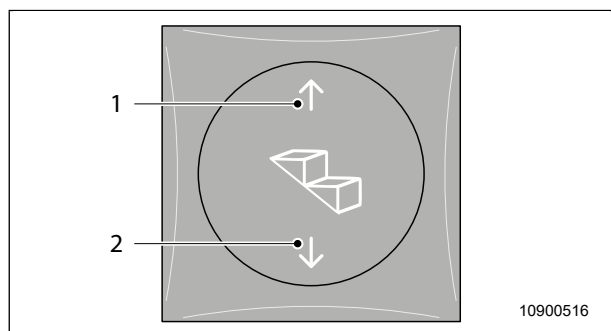

Fig. 3 Tasto Gradino d'ingresso elettrico porta della scocca
1. Per far fuoriuscire il gradino d'accesso, azionare la casella del sensore (Fig. 3, pos. 1).
2. Per far rientrare il gradino d'accesso, azionare la casella del sensore (Fig. 3, pos. 2).